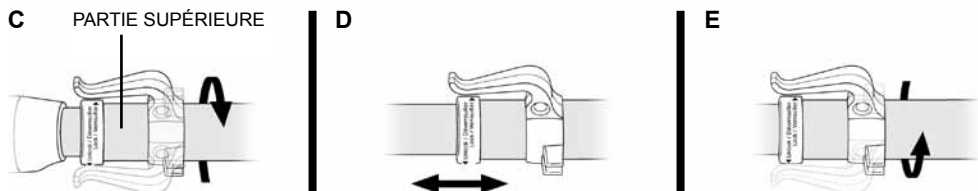

FIGURE 1
1. Insérez le connecteur fileté au bas du manche-rallonge dans la base du manche sur le corps de l'appareil (FIGURE 1-A).
2. Faites tourner le manche-rallonge dans le sens horaire, comme illustré, pour le visser dans la base du manche (FIGURE 1-B). Assurez-vous que le manche est fermement fixé au corps de l'appareil.
- A) Faites tourner la partie supérieure (plus épaisse) du manche-rallonge dans le sens indiqué par « UNLOCK » sur l'étiquette pour le déverrouiller (FIGURE 1-C).
- B) Ajustez la partie supérieure pour lui donner la longueur désirée (FIGURE 1-D).
- C) Faites tourner la partie supérieure du manche-rallonge dans le sens indiqué par « LOCK » sur l'étiquette pour le verrouiller à nouveau (FIGURE 1-E).